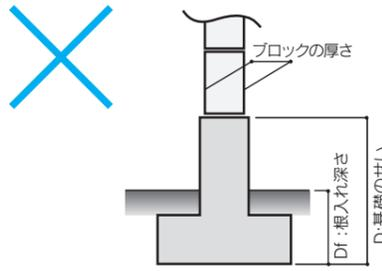
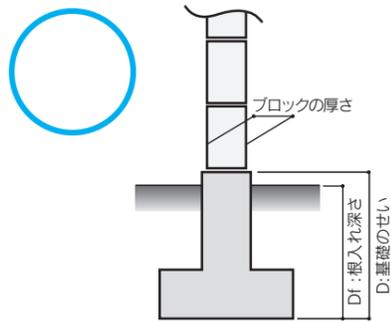

図3-2-2 根入れが不足している危険な基礎
図3-2-3 正しい基礎
- 基礎は、正しいせいで十分な根入れがないと、地震や風(台風)などの力に抵抗することができずに倒れてしまいます。必ず、決められたせいで根入れ深さを守ってください(図3-2-2)(図3-2-3)。